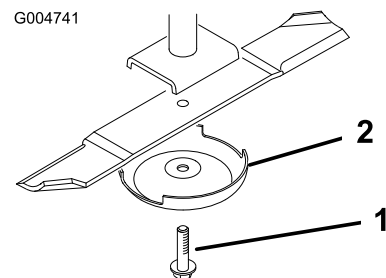

Figura 85
3. Retire o parafuso da lâmina, o recipiente antidanos e a lâmina do eixo (Figura 85).